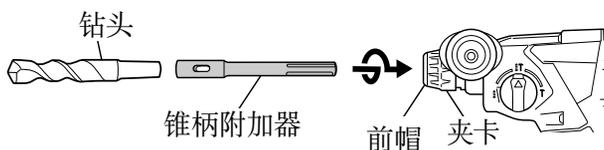
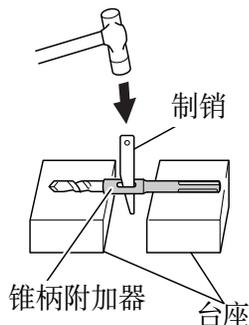

图 26
图 27
- (1) 把锥柄附加器安装在电动锤钻上。(图 26)
- (2) 把钻头(锥柄)安装在锥柄附加器上。(图 26)
- (3) 接通开关，按预定深度钻开一个孔口。
- (4) 拆卸钻头时，可将制销插入锥柄附加器的缝隙，把钻头放在台座上，用锥子敲打制销头部。(图 27)